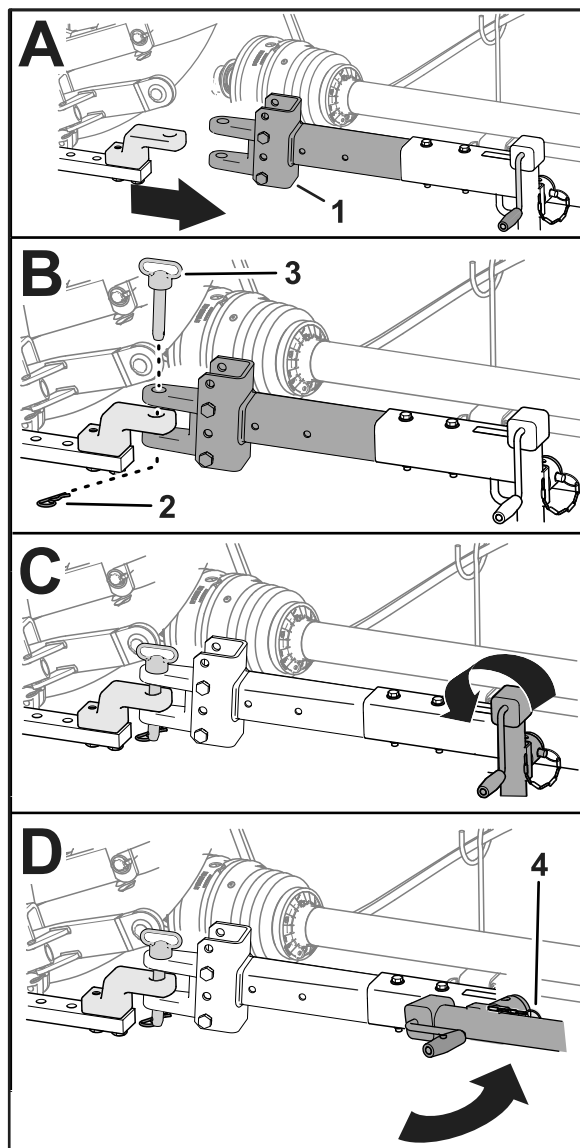

Рисунок 29
- Если на вашей газонокосилке установлена буксировочная штанга с пальцем, вставьте палец сцепного устройства в отверстия буксировочной штанги и тягового бруса и закрепите палец игольчатым шплинтом (**Рисунок 29**).
6. Полностью поднимите домкрат (**Рисунок 29**).
7. Снимите штифт, который крепит домкрат к буксировочной штанге, поверните домкрат горизонтально и прикрепите домкрат к буксировочной штанге с помощью штифта (**Рисунок 29**).